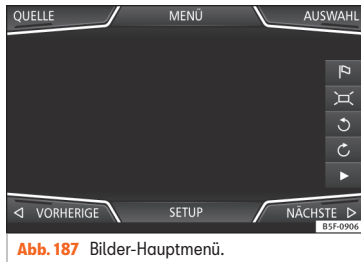

Abb. 187 Bilder-Hauptmenü.
- Funktionsfläche **QUELLE** antippen »» **Abb. 187** und den Datenträger auswählen, auf dem sich die gespeicherten Bilder befinden.